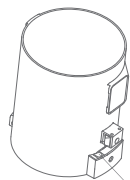
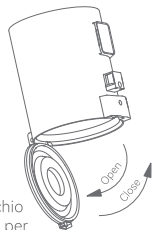

Fig. 1
Fig. 2
2. Procedere come in Fig. 1 sopra un cestino dei rifiuti. Il coperchio inferiore del contenitore per la polvere si apre ruotando come in Fig. 2 per svuotare i rifiuti solidi dal contenitore per la polvere. Successivamente, seguire la direzione della freccia in Fig. 2 per chiudere il coperchio inferiore del contenitore per la polvere.
4. Procedere come in Fig. 1 sopra un cestino dei rifiuti. Il coperchio inferiore del contenitore per la polvere si apre ruotando come in Fig. 2 per svuotare i rifiuti solidi dal contenitore per la polvere. Successivamente, procedere seguendo la direzione della freccia in figura.
① Spingere lungo la direzione della freccia
② Premere lungo la direzione della freccia